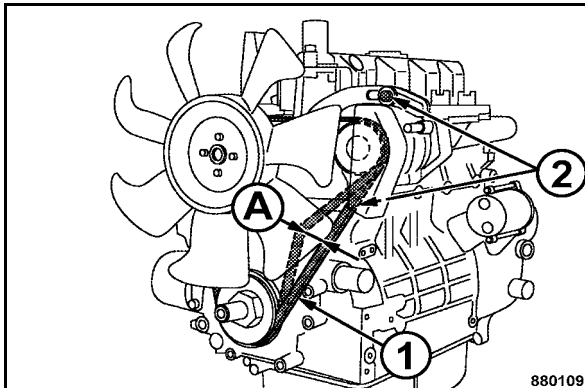

Fig. 149
- Vérifier si les courroies (1) (Fig. 149) présentent des détériorations, fissures ou effritements.
- Par pression du pouce, vérifier si la courroie ne se laisse pas infléchir, entre les deux poulies, de plus de 7 à 9 mm (A), sinon la retendre.